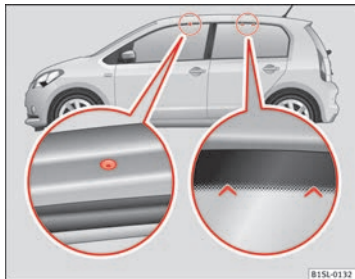

Abb. 70 Befestigungspunkte für Grundträger und Dachgepäckträger.
Die Bohrungen zur Befestigung vorn befinden sich an den Unterseiten der Dachholme und sind mit Kunststoffschrauben verschlossen → Abb. 70 (linke Lupe). Die Bohrungen sind nur bei geöffneter Tür sichtbar. Die Markierungen zur Befestigung hinten befinden sich oben auf den hinteren Seitenfenstern → Abb. 70 (rechte Lupe).
- Die Grundträger nur an den in der Abbildung gezeigten Markierungen befestigen → Abb. 70.